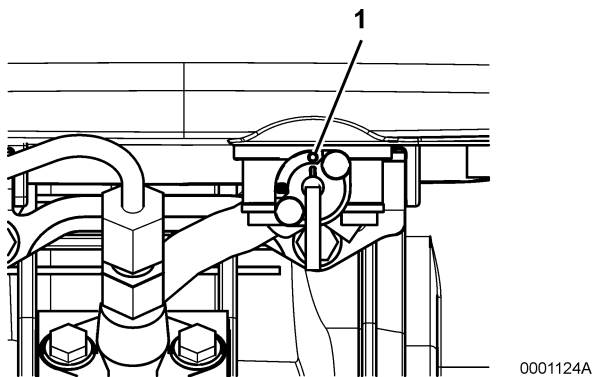

Рисунок 1
2. Следует убедиться в том, что топливный кран установлен в положение включения (**позиция 1, Рисунок 1**).